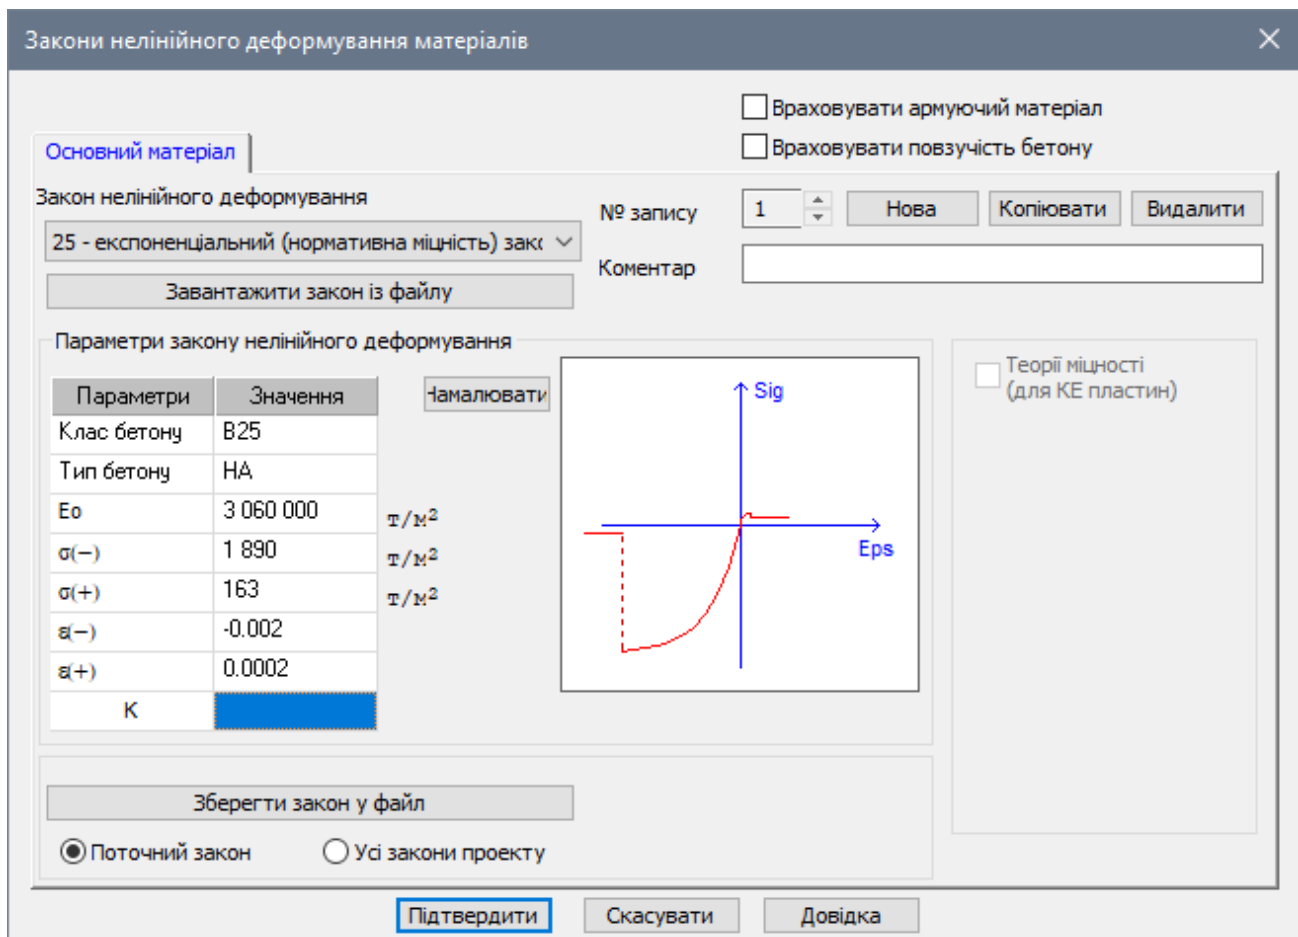

Рис. 7.13. Діалогове вікно **Закони нелінійного деформування матеріалів (для основного матеріалу)**
- Для задання матеріалу натисніть на кнопку **Параметри матеріалу**. Відкривається діалогове вікно **Закони нелінійного деформування матеріалів** (рис. 7.13).